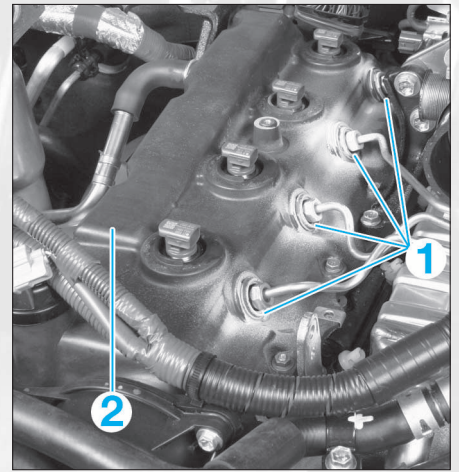

FIG. 58
- Déposer les quatre joints d'injecteurs (1) (fig. 58) du couvre-culasse (2), puis déposer ce dernier (10 vis et 2 écrous) avec son joint.
- Déposer les quatre joints d'injecteurs (1) du couvre-culasse (fig. 58), puis déposer ce dernier (10 vis et 2 écrous) avec son joint.